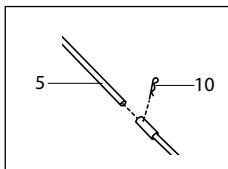

рис. 7
Совместите отверстия на ручке (5) с отверстиями на штоке поворота выпускного желоба. Вставьте штифт (10) (рис. 7). Проверьте работу выпускного желоба, повернув его до упора в обе стороны. Выпускной желоб должен поворачиваться без заеданий.